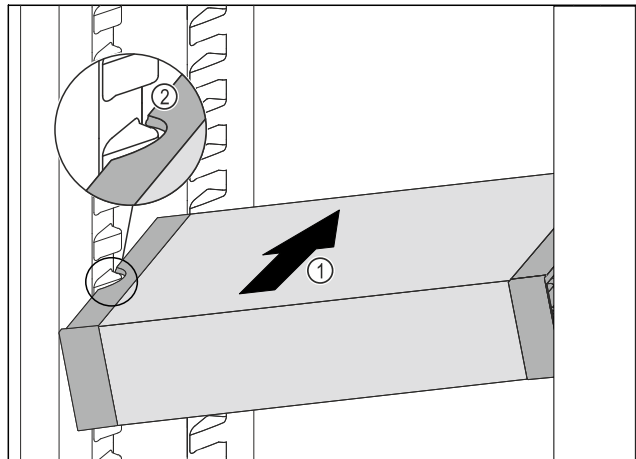

Fig. 198
- Insérer le VarioSafe en biais dans la partie réfrigérateur Fig. 198 (1) jusqu'à ce que les encoches latérales Fig. 198 (2) du VarioSafe se trouvent à la hauteur de la nervure du bac dans la partie réfrigérateur.